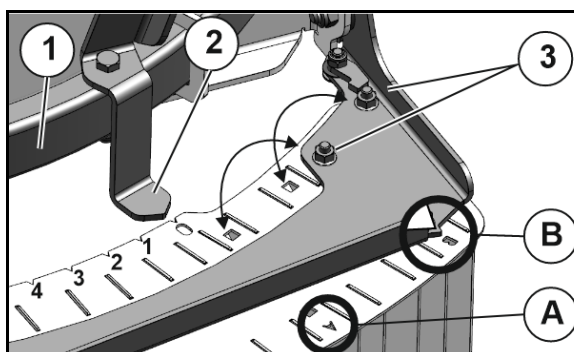

Fig. 66
2. Forskyv lamellblokken på føringsbøylen (Fig. 66/1) så langt at pekeren (Fig. 66/2) står på verdien som skal innstilles fra spredetabellen.